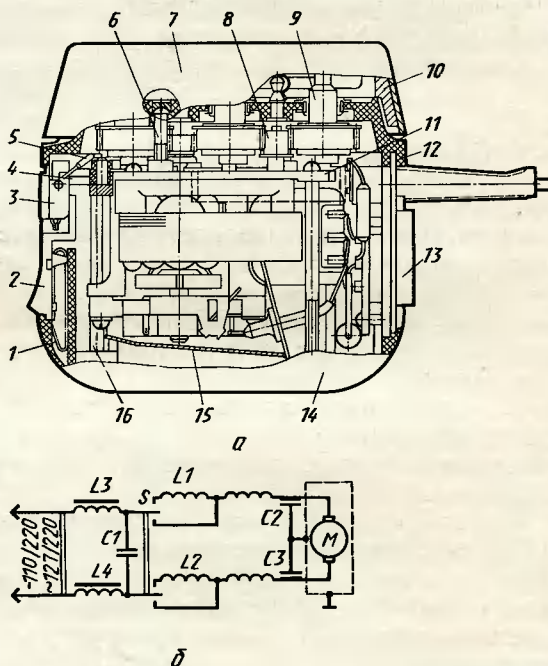

Рис. 29. Электробритва «Бердск-6»:
**Устройство.** Бритва состоит из корпуса 12 (рис. 29, а), коллекторного электродвигателя 11 с блоком выключателя 13 и переключателя напряжения сети; ножевого блока 10, состоящего из трех круглых ножей, стригущего блока 3 и съемного спирального соединительного шнура. Привод подвижных ножей осуществляется с помощью шестерни, надетой на вал электродвигателя, зубчатых колес 9 и колеса 8. Сверху ножевой блок бритвы закрывается защитным колпачком 7. Узлы
Катушки L1 и L2 (рис. 29, б) статора электродвигателя состоят из двух секций. Направление обмотки должно быть по часовой стрелке, глядя со стороны начального вывода.
**Разборка и ремонт. Замена катушки статора.** Снять ножевой блок 10 (см. рис. 29, а) и соединительный шнур. Вывернуть винты, снять корпус 12 бритвы, зубчатые колеса 9, рычаг 4 и стригущий блок 3 с пружиной. Вывернуть винты, крепящие электродвигатель в крышке 14, и вынуть электродвигатель. Отпаять от катушек статора выводные провода блока выключателя 13 и колодки. Вывернуть винты, крепящие колодку с каркасом, и снять колодку. Вывернуть винты и снять статор с каркаса. Поочередно снять и заменить неисправные катушки.